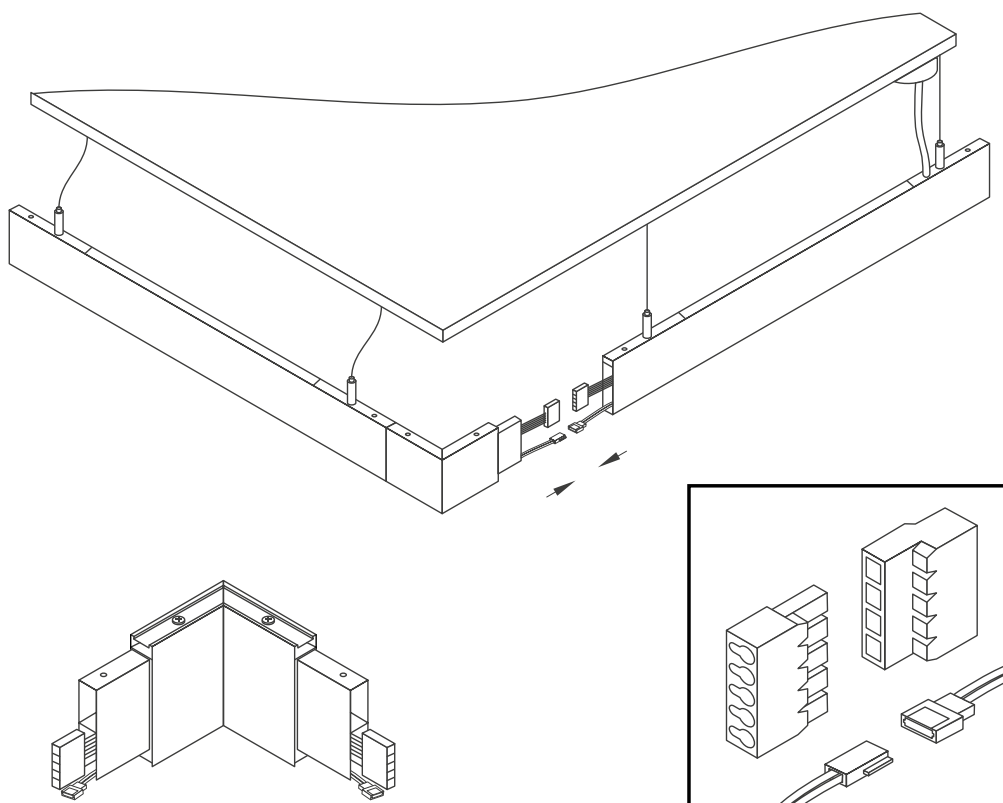

Рис. 4. Соединение светильников с использованием угловых соединителей
- Для подключения последующих светильников (указан как тип II на рис. 4) к начальному отсоедините провод питания у светильника в разъеме и удалите его из корпуса светильника.
- ⚠ **ВНИМАНИЕ!** Угловой соединитель не имеет собственного блока питания и должен подключаться к соответствующему разъему линейного светильника (см. рисунок 4). Питание светильников типа II осуществляется через шлейфы (см. рисунок 4), проходящие сквозь угловые соединители (входят в комплект поставки угловых соединителей).